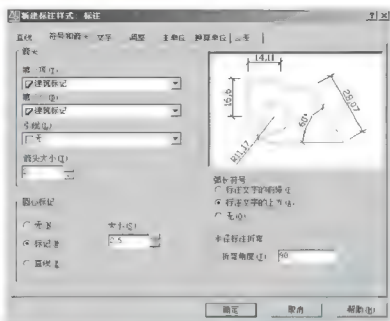

图 3.22 【符号和箭头】选项卡设定
② 【符号和箭头】选项卡的设定如图 3.22 所示。
④ 【调整】选项卡的设定如图 3.24 所示。【直线】、【符号和箭头】及【文字】选项卡内的设定都是按照《房屋建筑制图统一标准》内规定的尺寸设定的，都是出图后的尺寸。在 AutoCAD 内需将它们按照出图比例放大。如果把【调整】选项卡内的【使用全局比例】设定为 100，则前面所有已设定的尺寸将被放大 100 倍。如【箭头大小】(图 3.22)尺寸变为